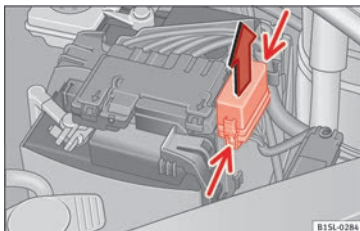

Fig. 83 En el vano motor: tapa de la caja de fusibles.
- Presione las pestañas de bloqueo en el sentido que indica la flecha (flechas finas) para desbloquear la tapa de la caja de fusibles » **fig. 83**.